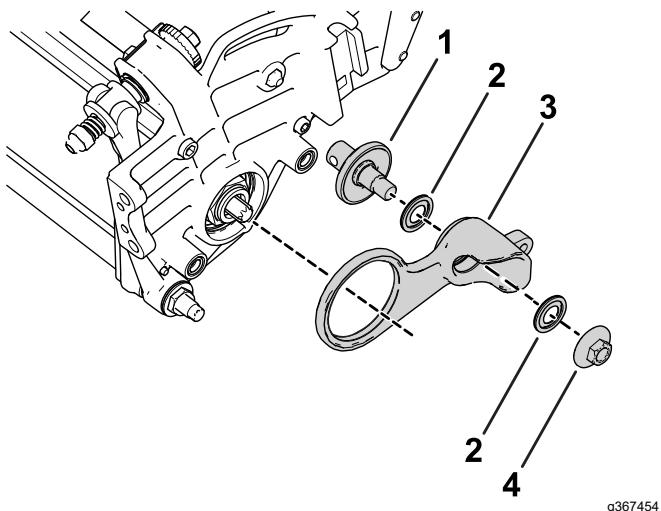

Figura 10
- Monte las piezas sueltas en el conjunto de la polea tensora, tal y como se muestra en la Figura 10.